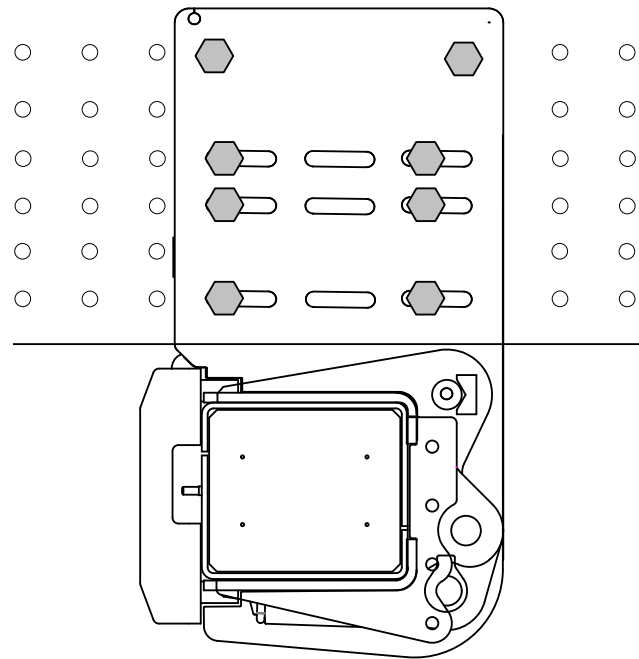

Imagen 32. Montaje del soporte del chasis en un chasis de vehículo con agujeros previamente perforados
15. Atornillar los soportes en el exterior del chasis del vehículo. Montar en los agujeros alargados con un mínimo de 6 tornillos. Usar tornillos M14 adecuados (resistencia equivalente a M14 10.9 o superior) y montar la arandela y la tuerca correspondientes en el interior del chasis del vehículo. Montar los pernos sin apretar. Véase Imagen 32.
18. Hacer agujeros en el chasis del vehículo para los tornillos de fijación de los dos agujeros redondos superiores de cada soporte. Usar tornillos M14 adecuados (resistencia equivalente a M14 10.9 o superior) y montar la arandela y la tuerca correspondientes en el interior del chasis del vehículo. Véase Imagen 32. Apretar los tornillos con una llave dinamométrica. **Par de apriete: Normal para el tornillo seleccionado.**